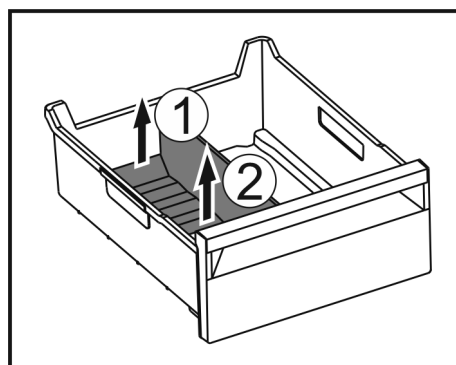

Fig. 99
- Zvedněte zadní část přepážky přihrádky na led. Fig. 99 (1)
- Přepážku přihrádky na led vyjměte nahoru. Fig. 99 (2)